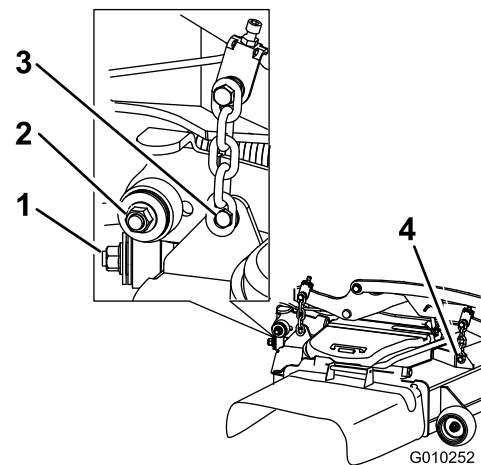

Figura 105
7. Retire y guarde los herrajes de ambos lados de la carcasa (Figura 105).